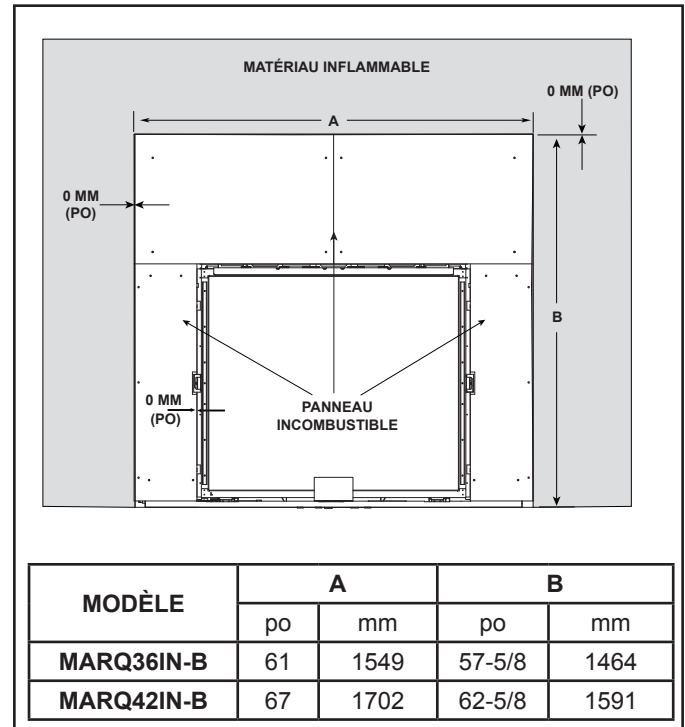

Figure 10.1 Schéma du revêtement incombustible
- Scellez les espaces entre le mur fini et les faces du dessus et des côtés de l'appareil en utilisant un produit d'étanchéité prévu pour une température de 150 °C (300 °F) minimum. Reportez-vous à la figure 10.1.